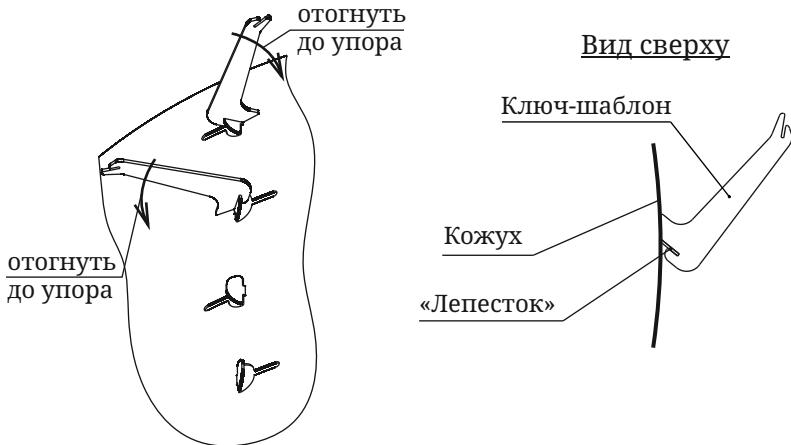

Рисунок 5. Проверка отгиба «лепестков»
**Внимание!** Перед началом монтажа ламелей необходимо убедиться, что каждый "лепесток" на кожухах печи и дымохода отогнут на угол, который задается поворотом ключа-шаблона до упора в стенку кожуха, (см. рисунок 5).